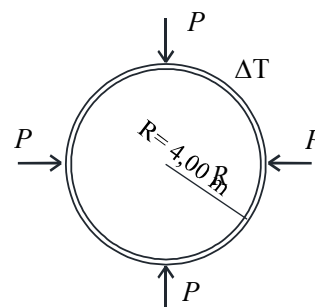

Figura 15
15) El anillo de la figura 15 se ve sometido a las cuatro cargas puntuales $P = 100$ kN indicadas, además de una deformación impuesta causada por un incremento térmico de $\Delta T = 25^\circ\text{C}$. El coeficiente de dilatación térmica es $\alpha = 10^{-5} \text{ }^\circ\text{C}^{-1}$. Se pide: